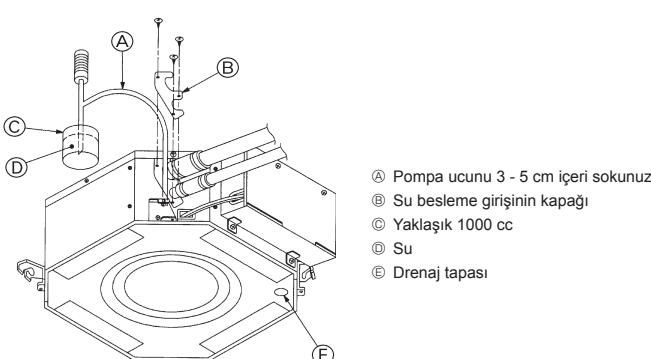

Fig. 6-3
6-3. Drenajın kontrolü (Fig. 6-3)
- 6.3. Drenaj Kontrolü (Fig. 6-3)**